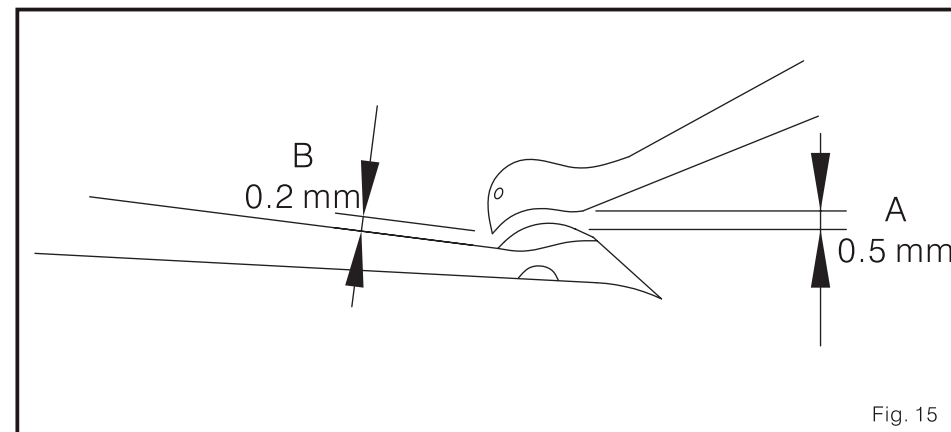

Fig. 15
3. A relação entre o bucleador superior e inferior (Fig. 15)